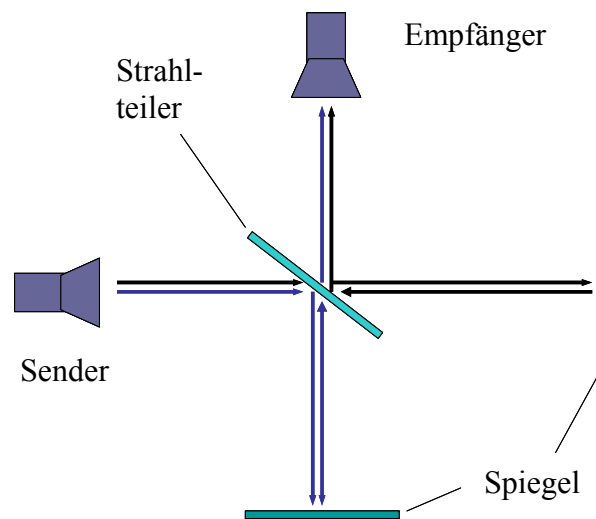

Abbildung 1.1 Schematische Darstellung eines Michelson Interferometers.
Ein Michelson Interferometer besteht aus einem Strahlteiler der eine einfallende elektromagnetische (EM) Welle entlang zweier verschiedener Wege laufen lässt, um dann die beiden einzelnen Wellen nach einer Spiegelung wieder so zusammenzuführen, dass durch Überlagerung ein Interferenzmuster entsteht. Abbildung 1.1 zeigt den Aufbau eines Michelson Interferometers. Die einfallende Welle läuft vom Sender zum Empfänger entlang zweier unterschiedlicher Wege. Diese beiden Teilwellen werden wieder überlagert und interferieren am Ort des Empfängers. Die Stärke des Signals am Empfänger ist abhängig vom Phasenunterschied der beiden Wellen, welcher durch die Differenz der optischen Weglängen bestimmt ist.